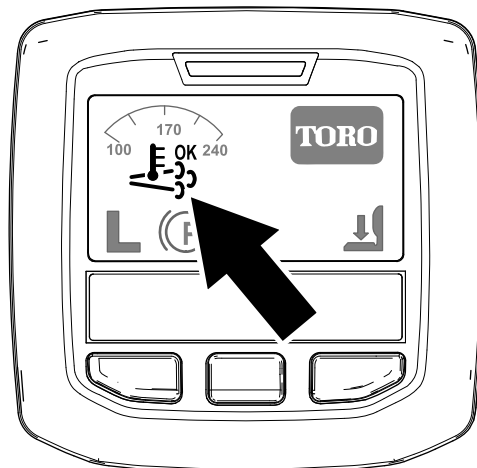

図 27
- インフォセンターに、アシスト/リセット再生アイコンが表示されます 図 27。